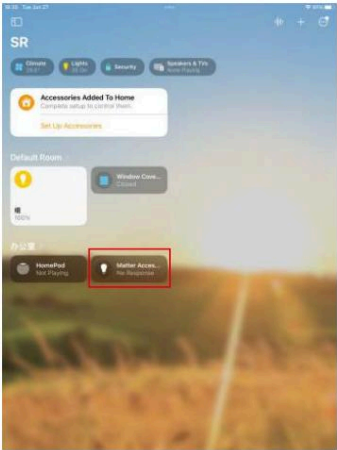
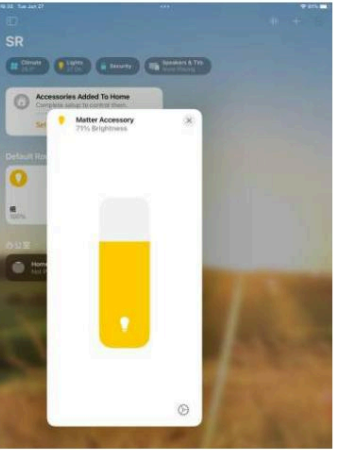

Abbildung 16
Abbildung 18
Schritt 5: Sobald der Dimmer erfolgreich zum Gateway hinzugefügt wurde, tippen Sie auf das Gerät, um das Ein-/Ausschalten und die Helligkeit des Dimmers zu steuern, wie in Abbildung 16 bis Abbildung 18 gezeigt.